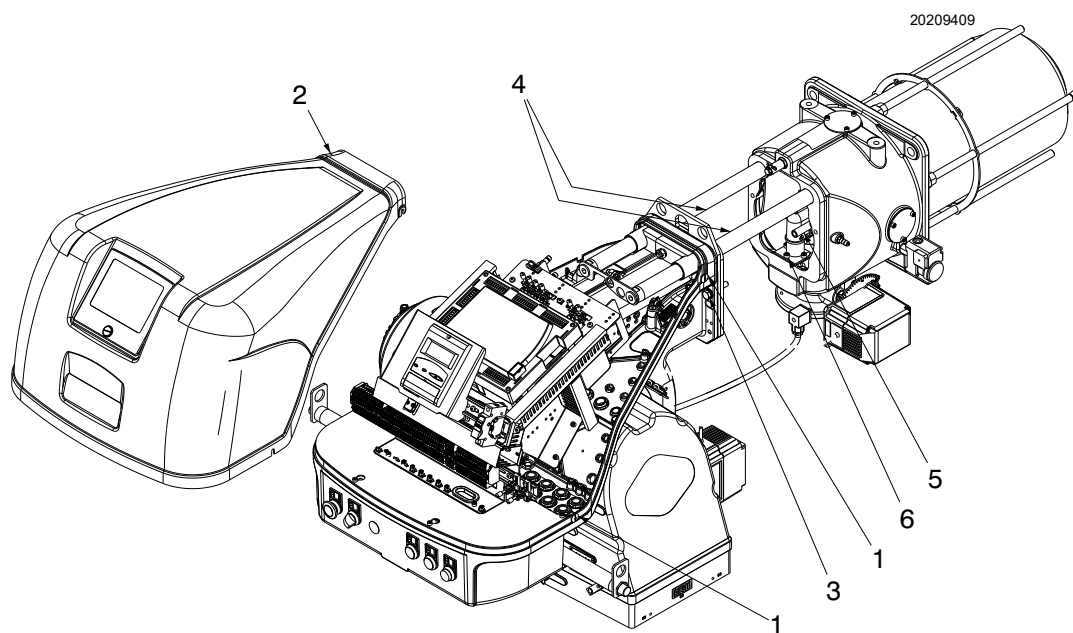

Fig. 41
- Desserrer les 4 vis 1)(Fig. 41) et déposer le capot 2) ;
- remettre les vis 3)(Fig. 41) et tirer délicatement vers l'extérieur les câbles de sonde et d'électrode, jusqu'à les mettre légèrement sous tension ;